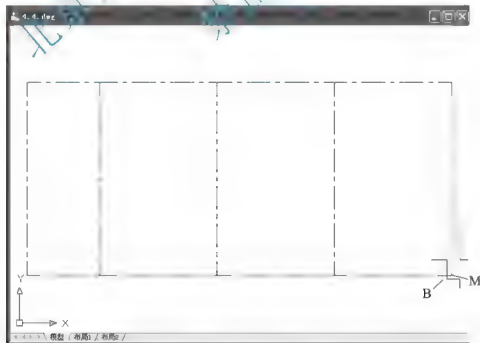

图 4.8 绘制矩形的左下角点
- ③ 在指定第一个角点或 [倒角(C)/标高(E)/圆角(F)/厚度(T)/宽度(W)]：\_from 基点：<偏移>：提示下，输入矩形左下角点 B 相对于基点 M 的坐标“@-150, 120”，结果如图 4.8 所示，这样就绘出了矩形的左下角点 B。